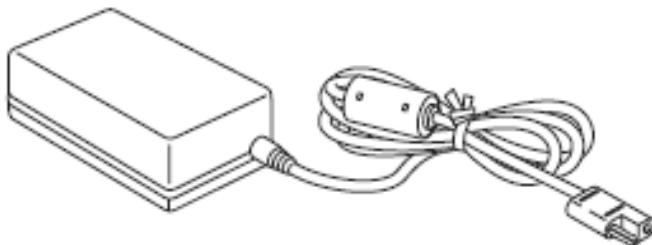

Рисунок 1-10. Блок питания
**Блок питания** (р/н 22-034101-01) заряжает внутренние батареи при подсоединении к заземленной розетке (см. рис. 1-10). Это устройство преобразует переменный ток сети электропитания в постоянный ток, используемый для зарядки батарей и питания приемника.